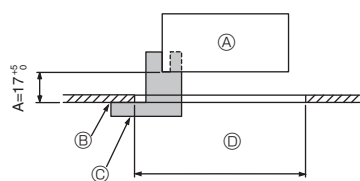

Rys. 9-1
9.1. Sprawdzenie zawartości opakowania (Rys. 9-1)